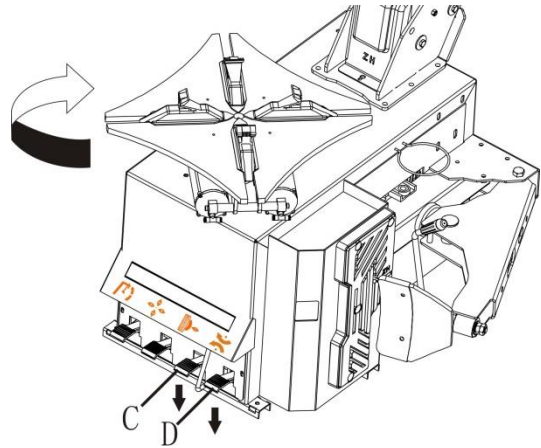

Fig. 11
- Test of deze goed is aangesloten door de pedaal voor de bediening van het draaiplateau (D, fig.11) in te drukken, de tafel moet nu met de klok mee ronddraaien. Dit is een zeer belangrijke test.
- Test nu de hielbreker door de bedieningspedaal (C, fig.11) in te drukken. Doe dit 3-5 keer en laat iemand anders aan de achterzijde van de machine kijken of er een druppel olie in het reservoir (F, fig.10) wordt geïnjecteerd. Wanneer dit niet het geval is, kunt u dit reguleren met de stelschroef (E,fig.10).